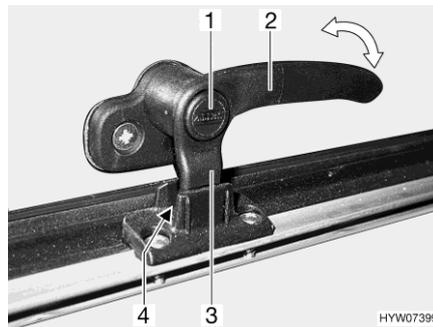
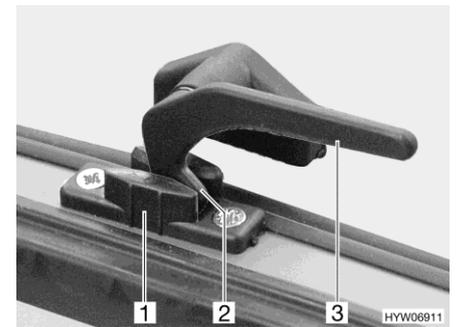

Fig. 93 Leva di serraggio con bottone di sicurezza in posizione "Aerazione continua"
Fig. 94 Leva di serraggio in posizione "Aerazione continua"
- In posizione di "Aerazione continua" (Fig. 93 e Fig. 94)
- Se presente, premere e tenere premuto il bottone di sicurezza (Fig. 93,1).
- Ruotare la leva di serraggio (Fig. 93,2 o Fig. 94,3) di un quarto di giro verso il centro della finestra.
- Girare nuovamente all'indietro la leva di serraggio. Riportare contemporaneamente il nasello di chiusura (Fig. 93,3 o Fig. 94,2) della leva di serraggio nella rientranza della chiusura della finestra (Fig. 93,4 o Fig. 94,1).
- Se presente, rilasciare il bottone di sicurezza (Fig. 93,1).